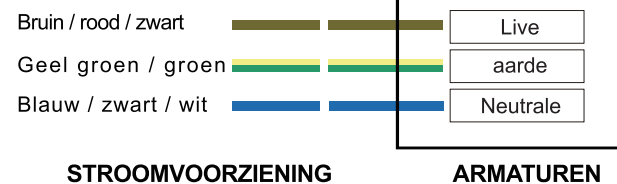
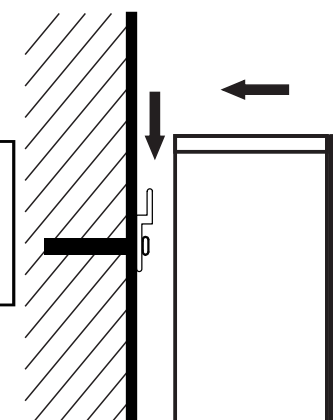

Fig. 5
Fig. 6
2.2 Zorg ervoor dat er geen spanning op het muurcircuit staat en sluit de voor de muur gereserveerde 3-aderige kabel aan op het 3-aderige draadklemmenblok op het product (fig. 5). Monteer de spiegelkast op de bar (fig. 6).